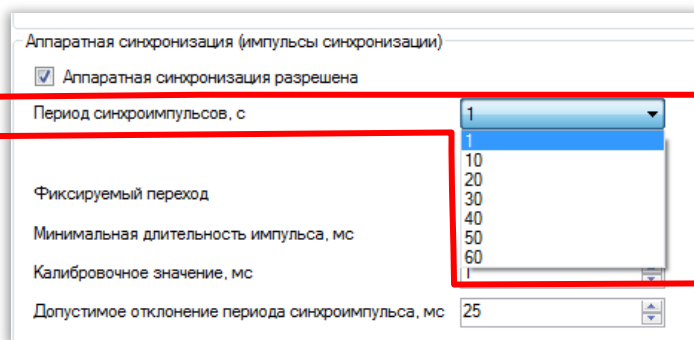

Рисунок 24 – Настройка периода синхроимпульсов
9.1.4 Выбрать период синхроимпульсов – период следования импульсов синхронизации в секундах (см. рисунок 24).